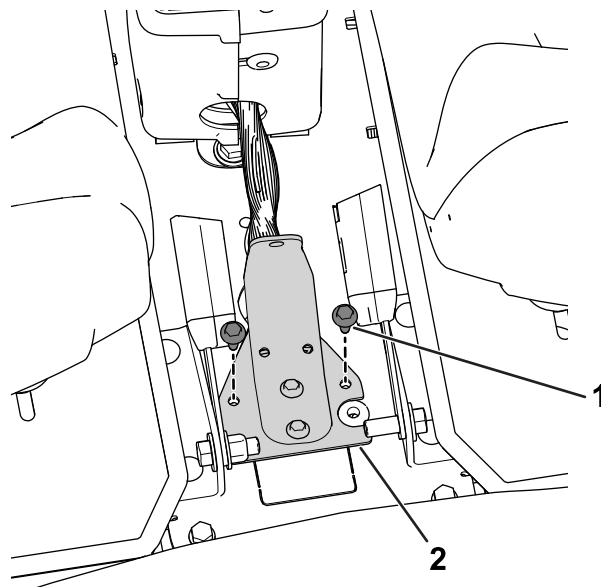

Figura 31
3. Utilice los pernos que retiró anteriormente para sujetar la base del arnés a la consola (Figura 31).